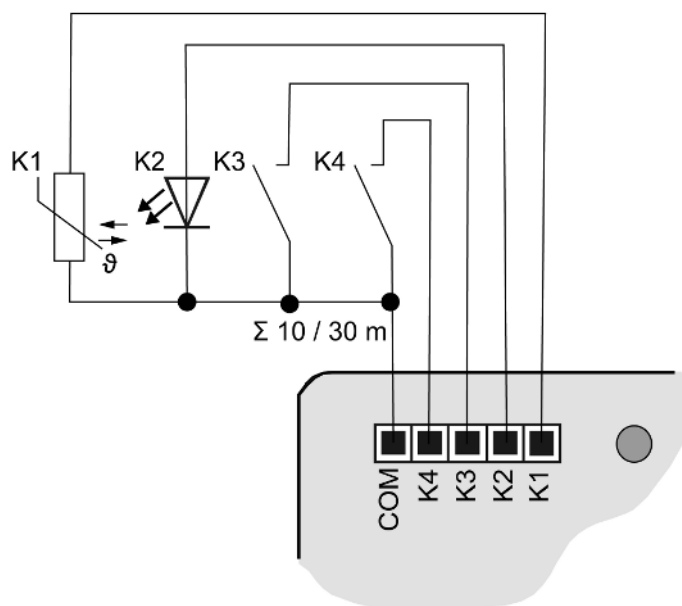
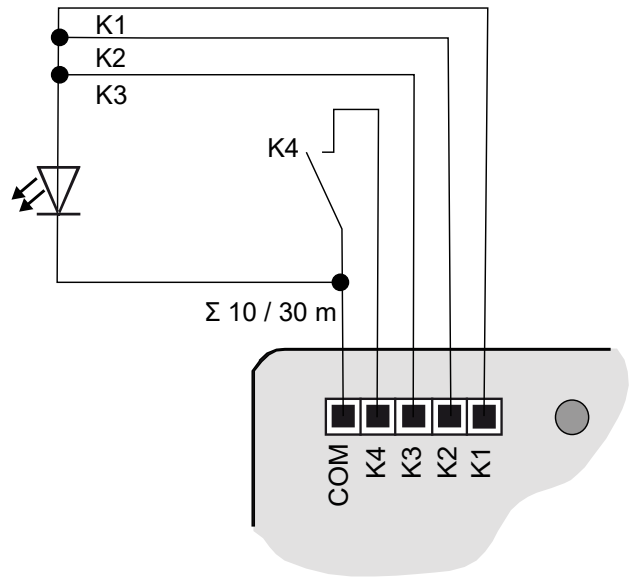

Figura 7: Esempio di collegamento
Figura 8: Esempio di collegamento con uscite collegate in parallelo
- Opzionale (solo variante "Comfort") (Vedi capitolo "Accessori" ► Pagina 26): Pulsanti, interruttori, contatti. Collegare il LED o l'NTC secondo gli esempi di collegamento utilizzando i cavi di collegamento in dotazione. Gli esempi di collegamento ( e (Vedi figura 8)) mostrano l'utilizzo con ingressi, uscite e sensori.
- Collegare i pulsanti, gli interruttori, i contatti, i LED o l'NTC secondo gli esempi di collegamento con i cavi di collegamento in dotazione ((Vedi figura 7) e (Vedi figura 8)). Gli esempi di collegamento mostrano l'utilizzo con ingressi, uscite e sensori.
Collegamento in parallelo delle uscite possibile, per utenze con elevato fabbisogno di energia. Nell'esempio (Vedi figura 8) **K1-K3** sono qui collegate in parallelo.